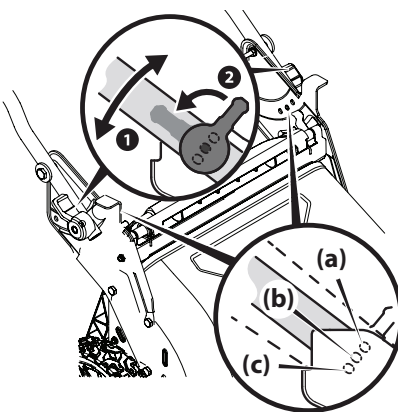

Figure 2-2
3. Placez le guidon dans l'une des trois positions : haute (a), moyenne (b) ou basse (c), qui se trouvent sur les supports du guidon. Voir Figure 2-2.